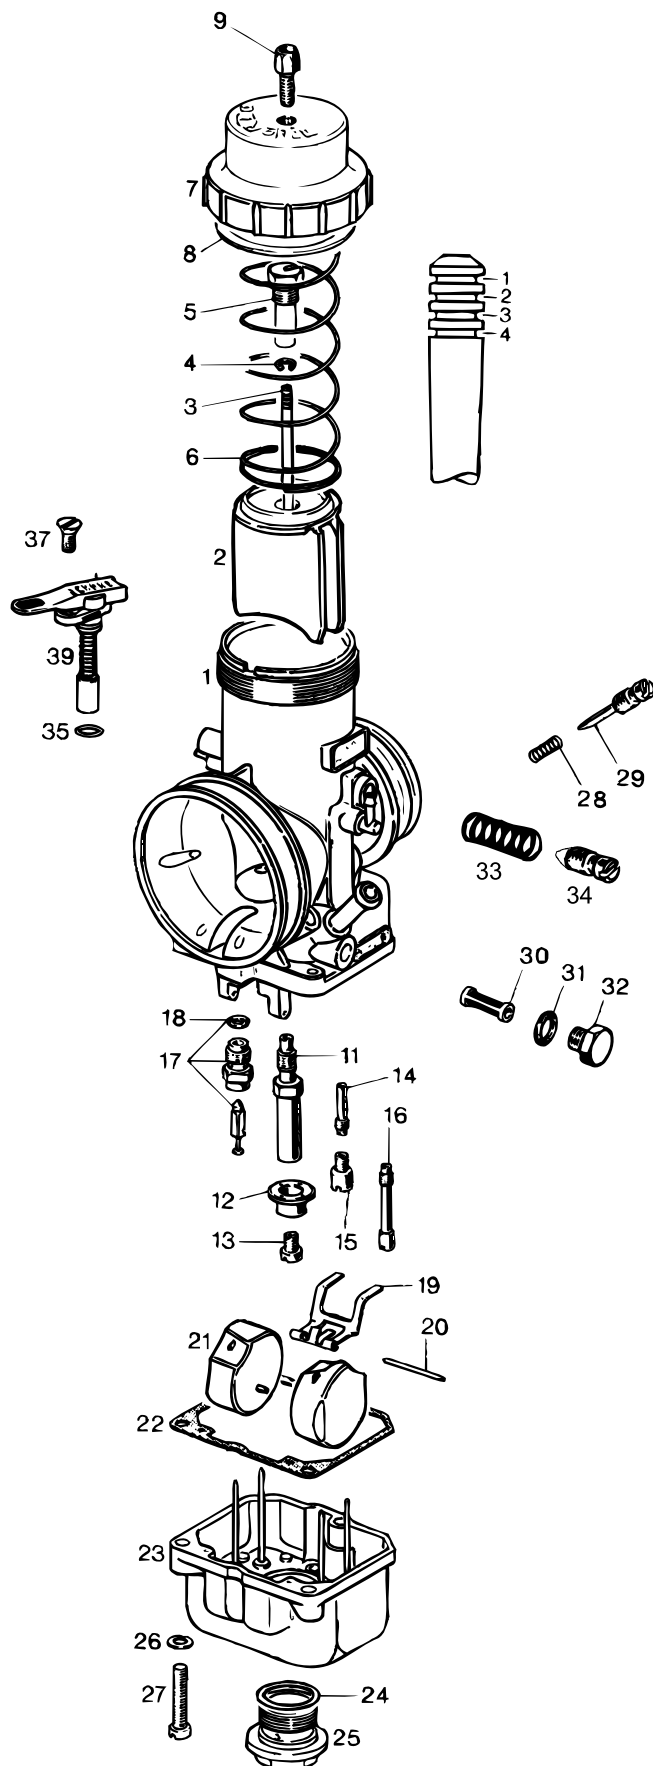

Bild 56
- ⇒ Den Vergaser in die auf Bild 56 dargestellten Einzelteile zerlegen und mit Benzin reinigen.
- ✓ Sieb (30) reinigen und auf einwandfreien Zustand kontrollieren
- ✓ Bohrungen im Vergasergehäuse (1) und Düsen (11, 13, 14, 15 und 16) mit Druckluft durchblasen und auf freien Durchgang kontrollieren.
- ✓ Festen Sitz des Sicherungsringes (4) auf der Düsenadel (3) prüfen.
- ✓ Spitze der Nadel des Nadelventiles (17) auf einwandfreien Zustand prüfen.
- ⇒ Den Vergaser entsprechend Bild 56 wieder zusammenbauen.
- ✓ Stellung des Bügels (19) im eingebauten Zustand kontrollieren.
- ◆ **Hinweis:** Steht der Vergaser auf dem Kopf (Schwimmerkammer (23) und Schwimmer (21) noch nicht montiert), muß sich der Bügel (19) ohne Belastung in waagrechter Stellung befinden. Die beiden Enden des Bügels (19) müssen auf gleicher Höhe liegen (gegebenenfalls die Bügelenden etwas nachbiegen).
- ◆ **Hinweis:** Der Schriftzug „ALTO“ auf den Schwimmern (21) muß im eingebauten Zustand sichtbar sein.
- ◆ **Hinweis:** Die Stellschrauben (29) und (34) sind entsprechend der Bedienungsanleitung des Motors einzustellen.